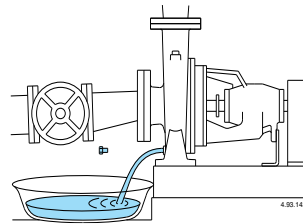

Fig. 9 Vidange.
**Lorsque la pompe n'est pas utilisée, elle doit être vidée complètement s'il existe un danger de gel** Fig. 9.